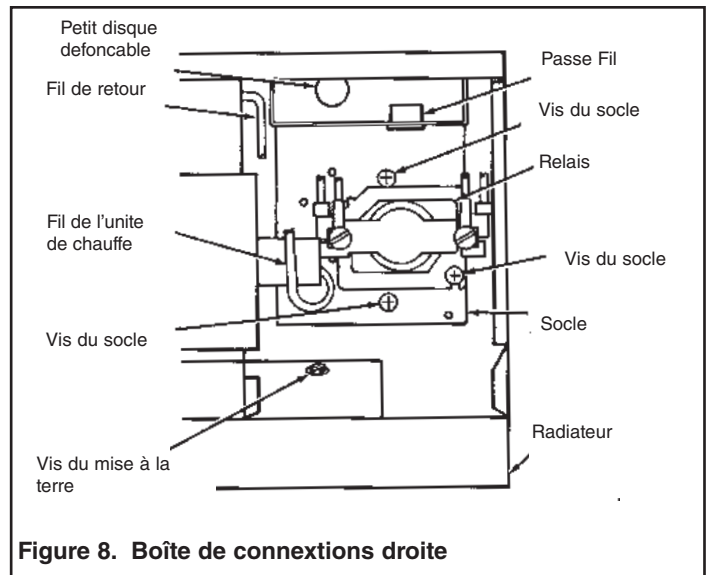

Figure 8. Boîte de connexions droite
2. Pour le modèle PR24, alimenté à 24V par un circuit de commande de classe 2, défoncez le petit disque défonçable à l'arrière du radiateur et percez le mur à l'emplacement du disque défonçable (voir les figures 8 et 9). Passez les fils du circuit externe de commande 24 V classe 2 dans la boîte à travers cette ouverture. Pour le modèle PR120, on peut réaliser les connexions du circuit de commande dans la boîte de connexions du radiateur.
3. Fixez le socle à la paroi arrière de la boîte au moyen des vis fournies (voir la Figure 8 ou 9). Glissez le passe-fils dans le trou approprié au sommet du socle.
4. Fixez le socle à la paroi antérieure de la boîte au moyen des vis fournies (l'emplacement précis du relais sur le socle est indiqué à la Figure 8 ou 9).